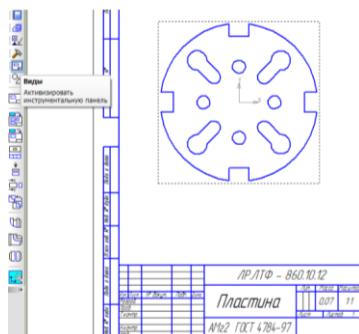

Рис. 133 – Ассоциативный вид Пластины
10.8 Откройте новый документ **Чертеж** (Файл Создать). В появившемся документе слева найдите панель **Виды**, выберите команду **Произвольный вид**. В списке выберите деталь **Пластина**, нажмите ОК. Наведите курсор мыши примерно в середину формата и установите фантом левой кнопкой мыши (рисунок 133).